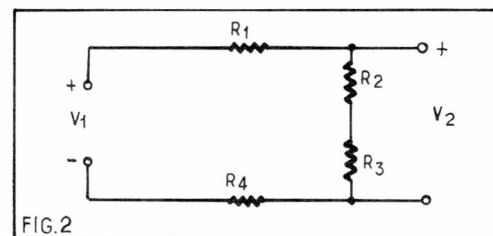

FIG.2
1) Principe de fonctionnement (fig. 2).